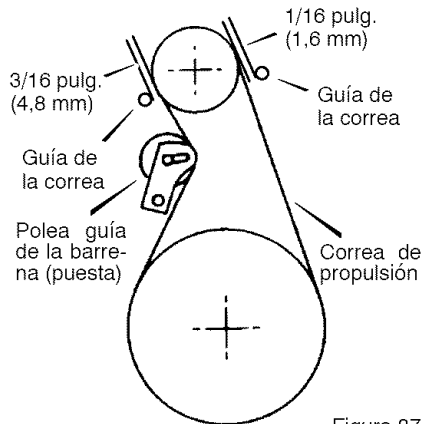

Figura 87
3. Mida la distancia entre las dos **guías de correa** y la **correa de propulsión**. Fije la distancia de las dos **guías de correa** como se muestra en la Figura 87.